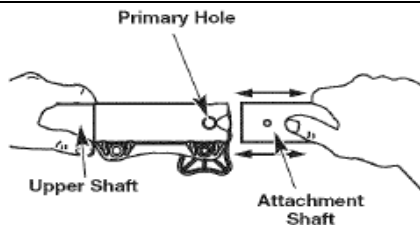

Рис. 5
2. Прочно удерживая косу или другое навесное оборудование, вставьте его в универсальную муфту. Кнопка фиксатора должна защелкнуться в основном отверстии (Рис. 5).
3. Придерживая косу или другое навесное оборудование, извлеките его из универсальной муфты (Рис. 5).